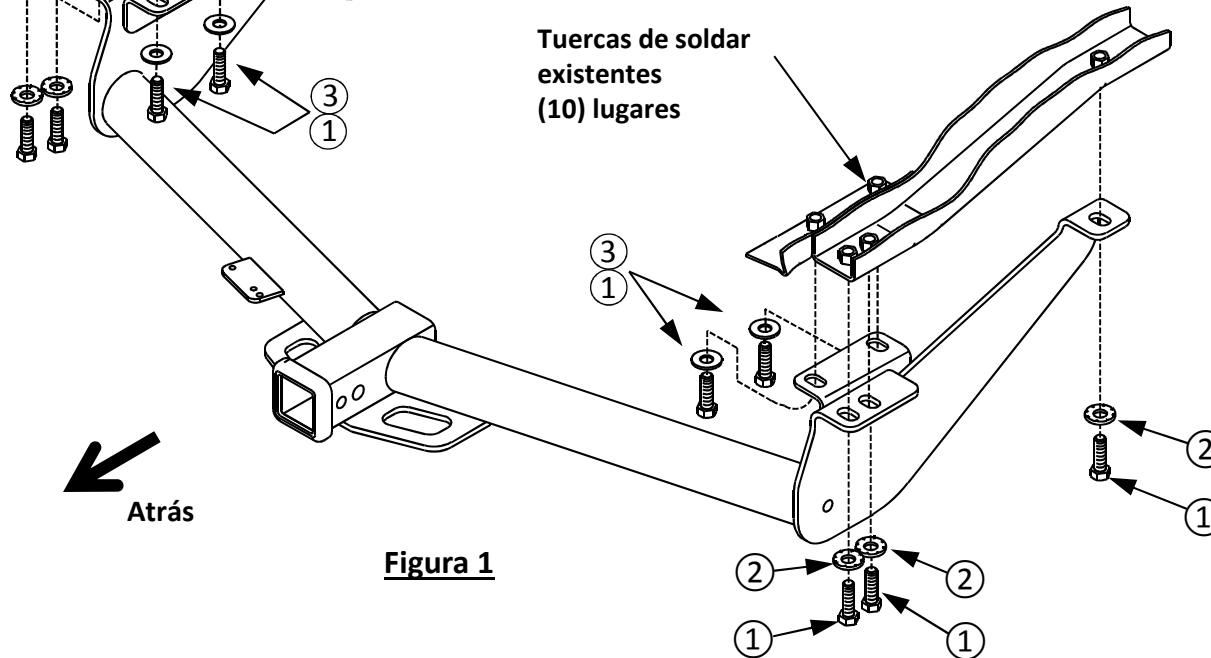

Figura 1
- Instalar el enganche:** Levantar el enganche a su posición, levantar el soporte del enganche del lado del pasajero por encima del escape primero, luego levantar el lado del conductor a su posición. Con las piezas suministradas, instalar los pernos M12, las arandelas cónicas dentadas y las arandelas planas endurecidas como se muestra. **Ver la Figura 1.**
2. **Instalar el enganche:** Levantar el enganche a su posición, levantar el soporte del enganche del lado del pasajero por encima del escape primero, luego levantar el lado del conductor a su posición. Con las piezas suministradas, instalar los pernos M12, las arandelas cónicas dentadas y las arandelas planas endurecidas como se muestra. **Ver la Figura 1.**